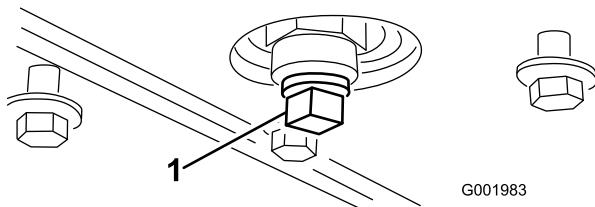

Figura 47
- Retire o tampão de escoamento (Figura 47).